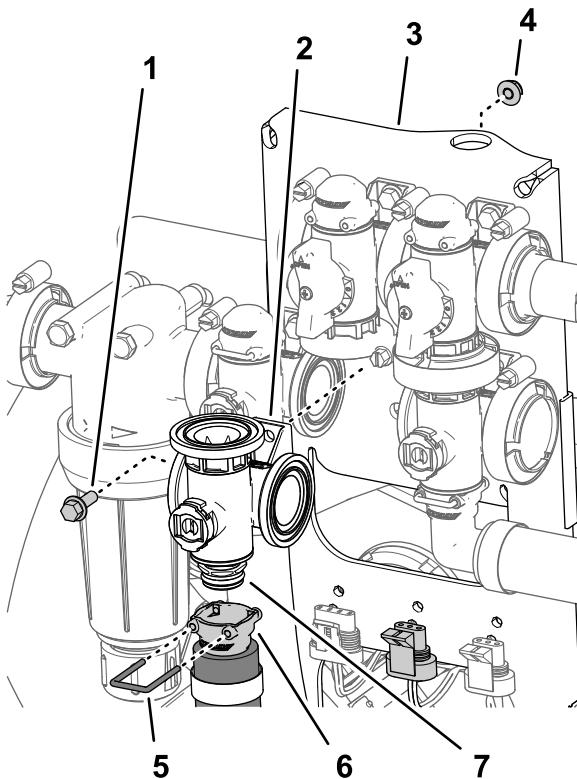

Figure 116
2. Retirez l'étrier qui fixe la douille de raccordement rapide à au raccord rapide du collecteur de la vanne d'agitation (Figure 116).
3. Retirez le boulon à embase ($\frac{1}{4} \times \frac{3}{4}$ po) et le contre-écrou à embase ($\frac{1}{4}$ po) qui fixent la vanne d'agitation sur son support, puis déposez le collecteur de la machine (Figure 116).